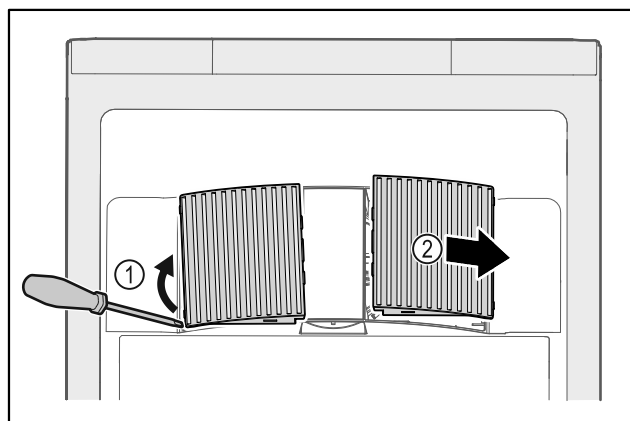

Fig. 171
- ▶ Bänd försiktigt loss flätkåpana på sidan Fig. 171 (1) och ta av dem framåt Fig. 171 (2).